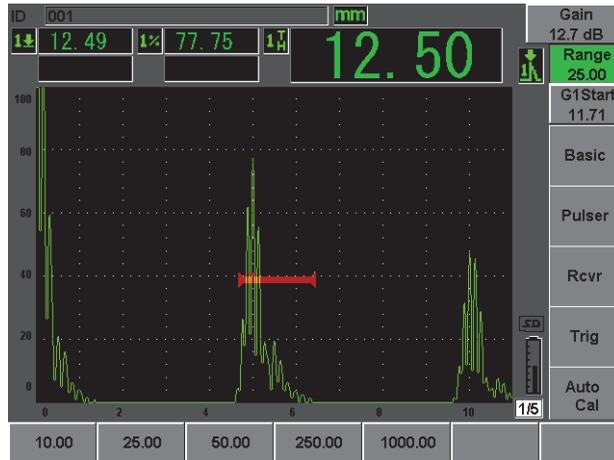

Figura 2-17 Variação de valor
16. Pressione **[RANGE]** e então ajuste a faixa da tela para a configuração desejada (veja Figura 2-17 na página 53).